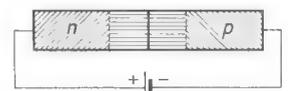

Bild 10.6. Anschluß einer Kristalldiode in Sperrrichtung
1. Die beiden Pole werden nach **Bild 10.6** mit einer Stromquelle so verbunden, daß der positive Pol an der n-Zone und